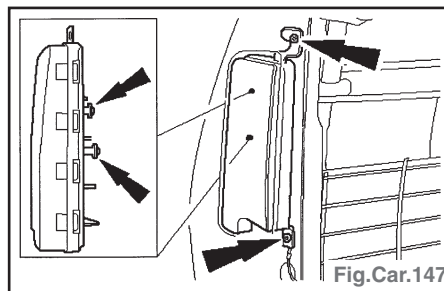

Fig.Car.147
- Déposer le module airbag latéral (Fig.Car.147).